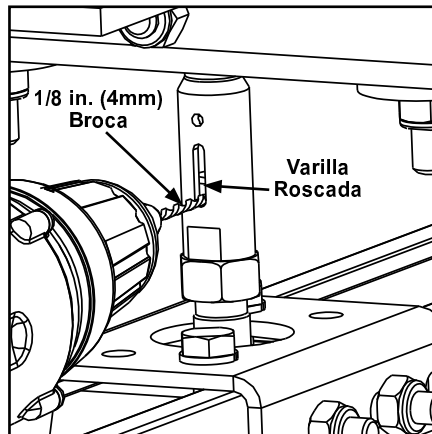

Figura 3-58
- Paso 6. En varilla roscada haga un orificio pasado con broca 1/8" (4 mm) e inserte la chaveta. Vea Figura 3-58 y 3-59.